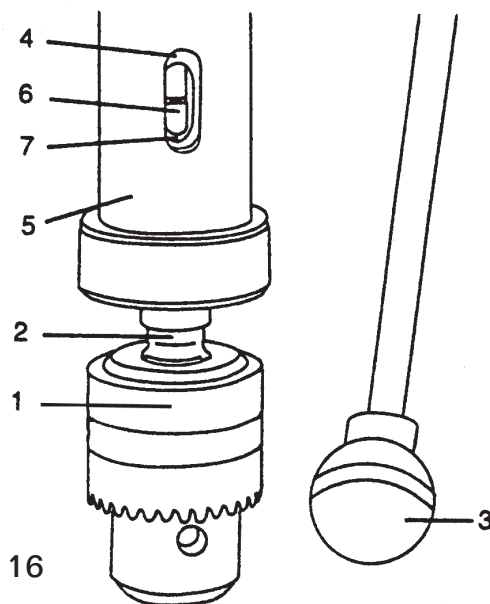

Fig. 16
2. Empuje el broquero (1) al husillo del árbol (2). Péguale suavemente para asegurarse que entre. (Fig. 16)
3. Baje el husillo (2) utilizando los mangos de alimentación (3) en sentido contrario a las manecillas del reloj hasta que la ranura (4) aparezca en la canilla (5). (Fig. 16)
4. Empuje el broquero y el husillo del árbol contra el husillo, asegurándose que la espiga (6) (la parte angosta superior del husillo del zanco del árbol) este empataada y asegurada en la ranura interior (7) del husillo. Esto se puede ver a través de la ranura exterior (4) de la canilla al rotar el broquero y el árbol hasta que las dos ranuras estén alineadas. (Fig. 16)